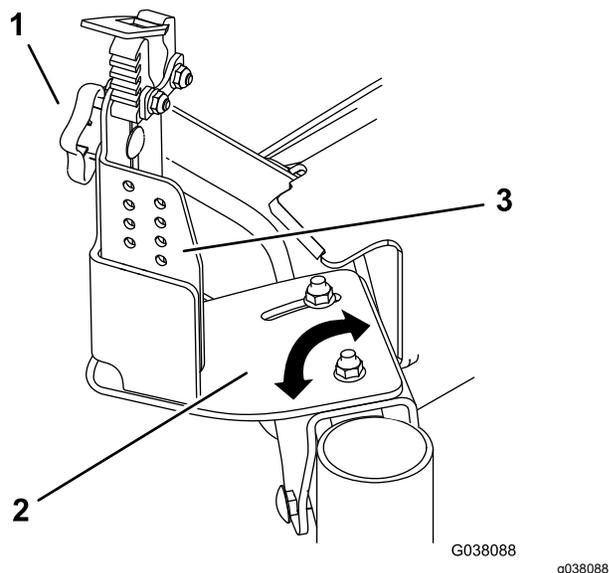

Figure 9
2. Desserrez les boulons qui fixent la plaque de montage au profilé de support sur le support de montage avant (Figure 9).
4. Desserrez le bouton et élevez ou abaissez la plaque de débroussailleuse selon les besoins (Figure 9). Resserrez le bouton.